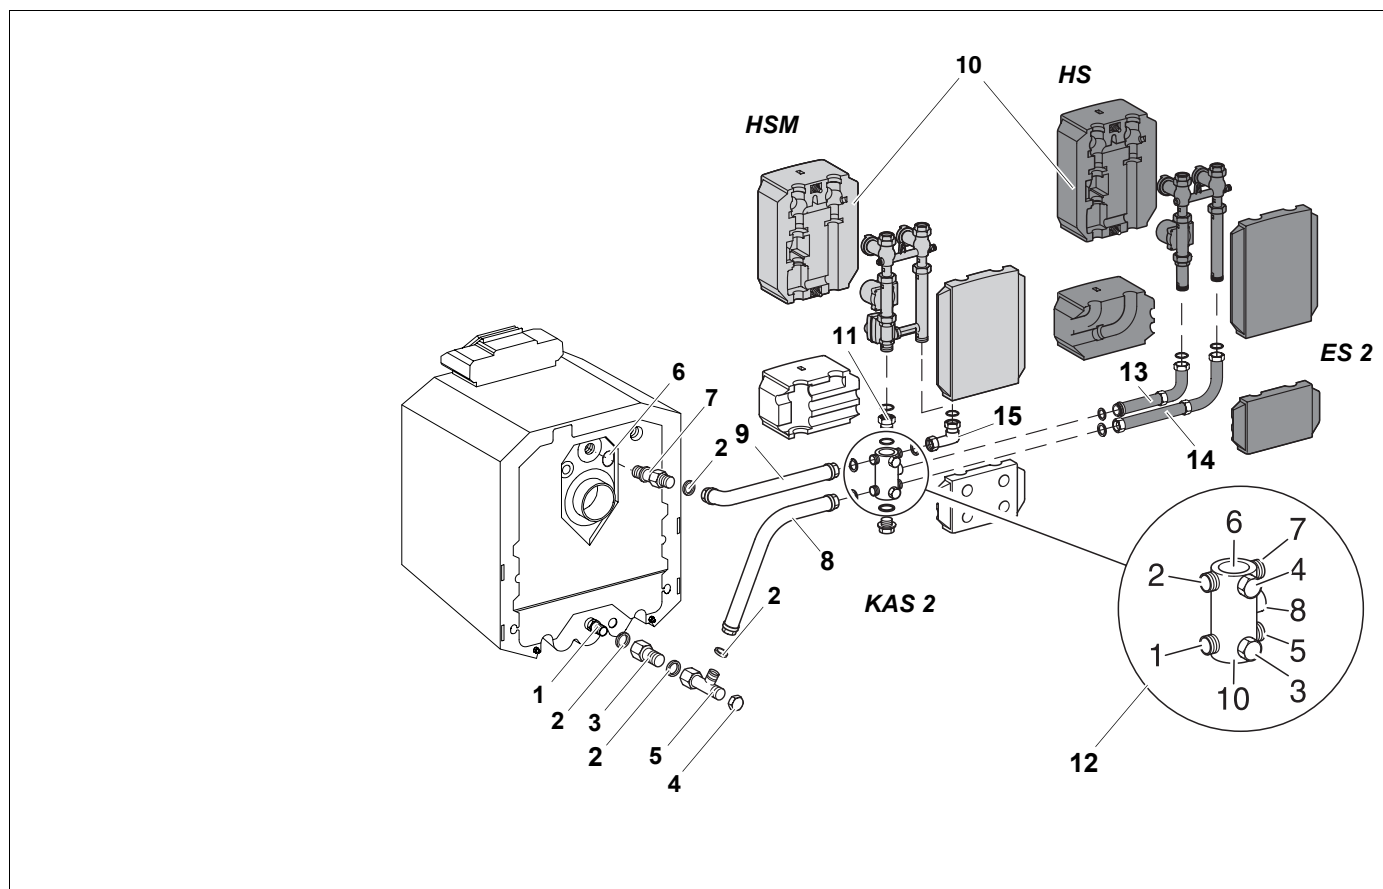

Рис. 5 Боковое подключение, левое поперечное исполнение
Экспликация к рис. 5
- Установить уплотнения в переходник (11) и в уголок (15).
- Установить комплект подключения отопительного контура со смесителем (HSM) или без смесителя (HS) в соответствии с рис. 5.
- Вкрутить двойной ниппель (13) вместе с кольцом в отвод N 8 многофункционального коллектора.
- Установить отвод трубопровода с уплотнением (длинная сторона) (рис. 5).
- Установить уплотнение в резьбовое соединение промежуточного элемента (14) согласно рис. 5 и прикрутить промежуточный элемент к отводу N 5 многофункционального коллектора.
- Установить отвод трубопровода с уплотнением (короткая сторона) (рис. 5).
- Прикрутить комплект подключения отопительного контура со смесителем (HSM) или без смесителя (HS) в соответствии с рис. 5.